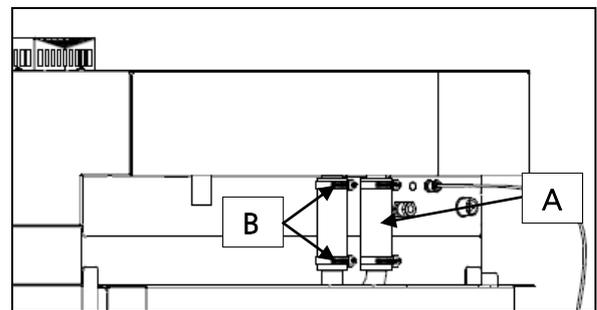

Abb.5a
**Nur für Mod. MKF 1664 TS und Mod. MKF 2011 TS** werden zwei Gummischläuche „A“ mitgeliefert, die mit 4 Metallschellen „B“ befestigt werden (Abb. 5a).